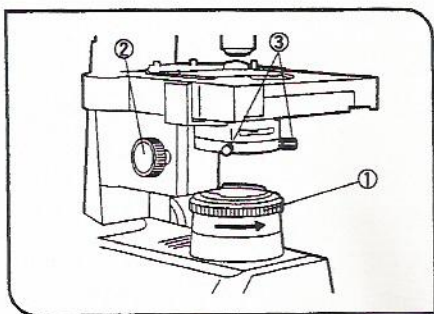

图 19
(1) 对中视场光阑(图 19 和 20)
1. 用 10X 物镜聚焦样品，逆时针转动视场光阑调节环①，将光阑缩到较小。
2. 转动聚光镜高度调节钮②对视场光阑图象聚焦。
3. 转动两个聚光镜对中旋钮③，把视场光阑图象移动到视场中心。(图 19 和 20)